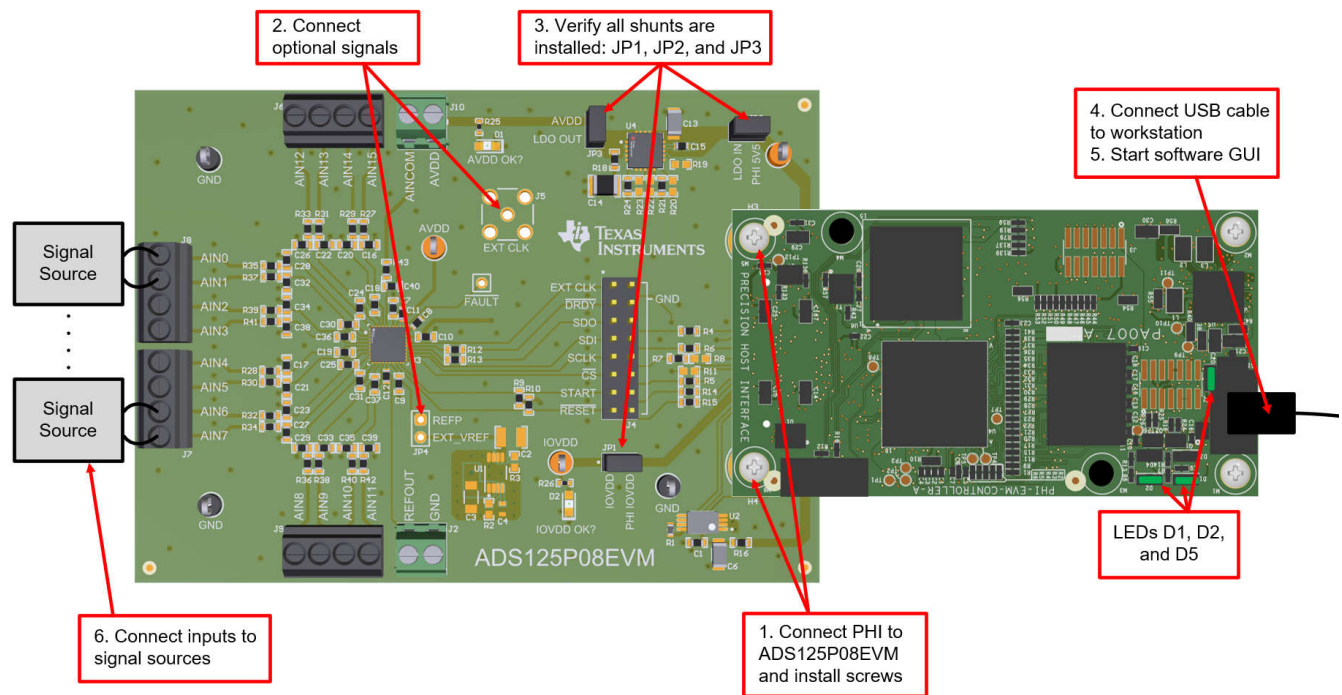

图 4-1. 将硬件连接到 ADS125P08 EVM
安装软件后，按图 4-1 所示连接 EVM：
- b. PHI 上的 LED D1 和 D2 开始闪烁，表示 PHI 已启动并与 PC 进行通信；图 4-1 显示了相关 LED 指示灯